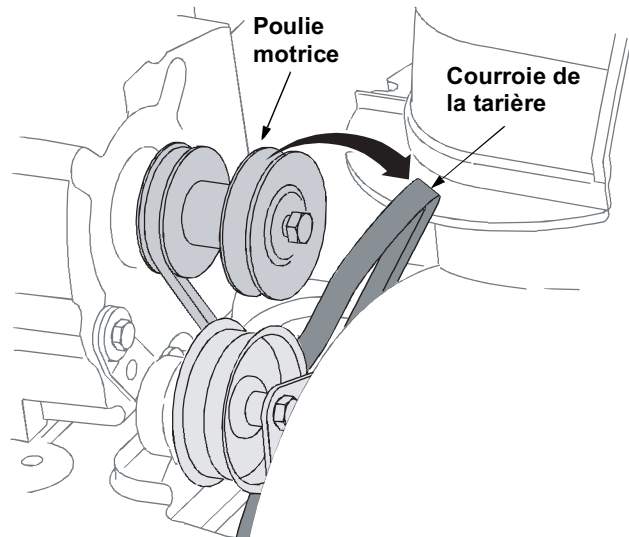

Figure 23
- Dégagez la courroie de la tarière de la poulie, comme à la Figure 23..
- Dégagez la courroie de la tarière de la poulie, comme à la Figure 23.